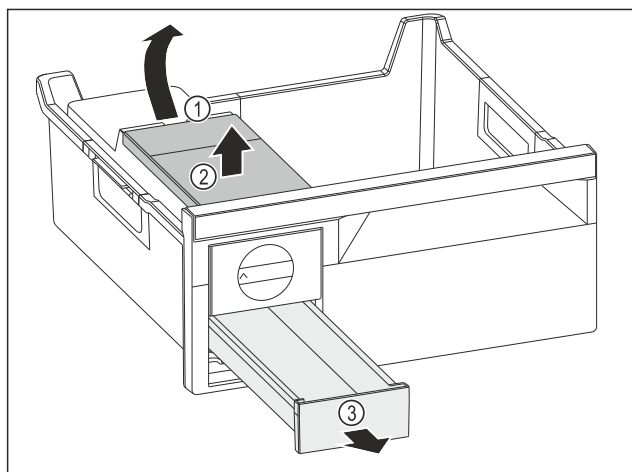

Fig. 77
- Watertank wegnemen: Watertank bij de uitsparing Fig. 77 (1) optillen.
- Watertank Fig. 77 (2) naar boven toe wegnemen.
- Ijsblokjesvak Fig. 77 (3) naar voren toe wegnemen.